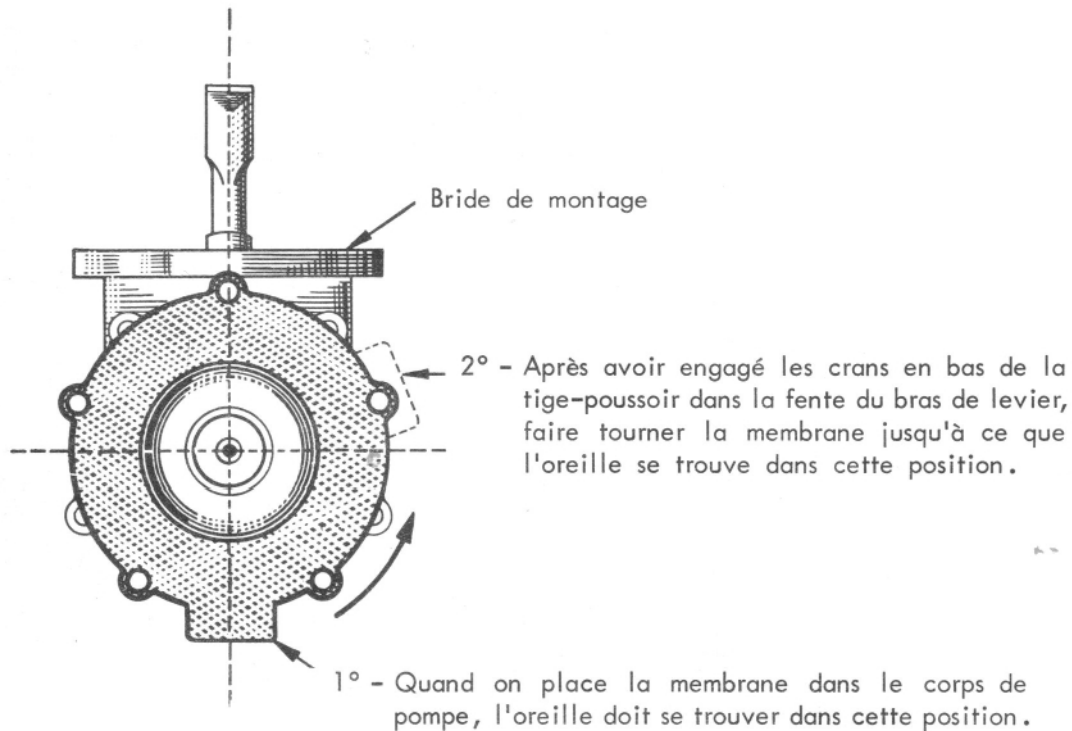

Fig. 49
Poser le ressort (22) et la rondelle en caoutchouc (20) sur la tige de commande de diaphragme et mettre ce dernier en place dans le corps inférieur en plaçant l'oreille dans la position indiquée par la figure 49